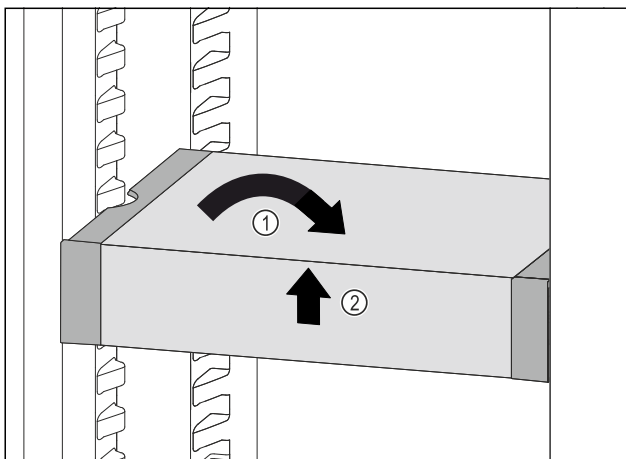

Fig. 176
- VarioSafe gerade stellen. Fig. 176 (1)
- VarioSafe vorne anheben. Fig. 176 (2)